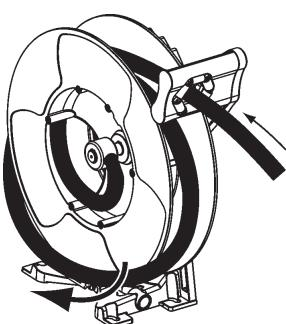

Fig. 12
**2.** Wickeln Sie eine Windung ab und straffen Sie den Schlauch (Fig. 12).